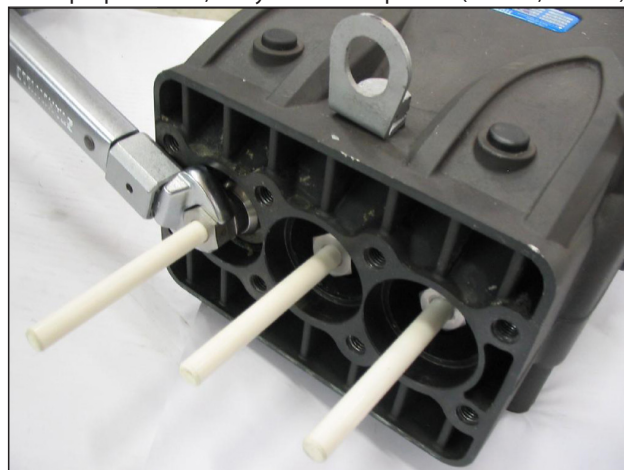
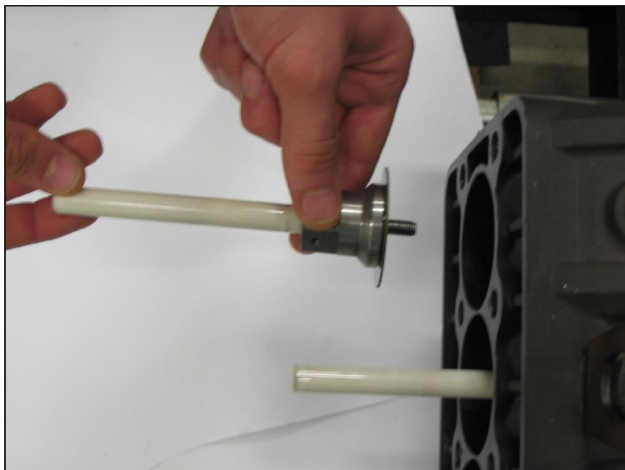

Рис. 28
Рис. 29
- Снимите органы накачки рожковым ключом и проверьте их степень износа, как показано на Рис. 28 и Рис. 29, при необходимости замените.